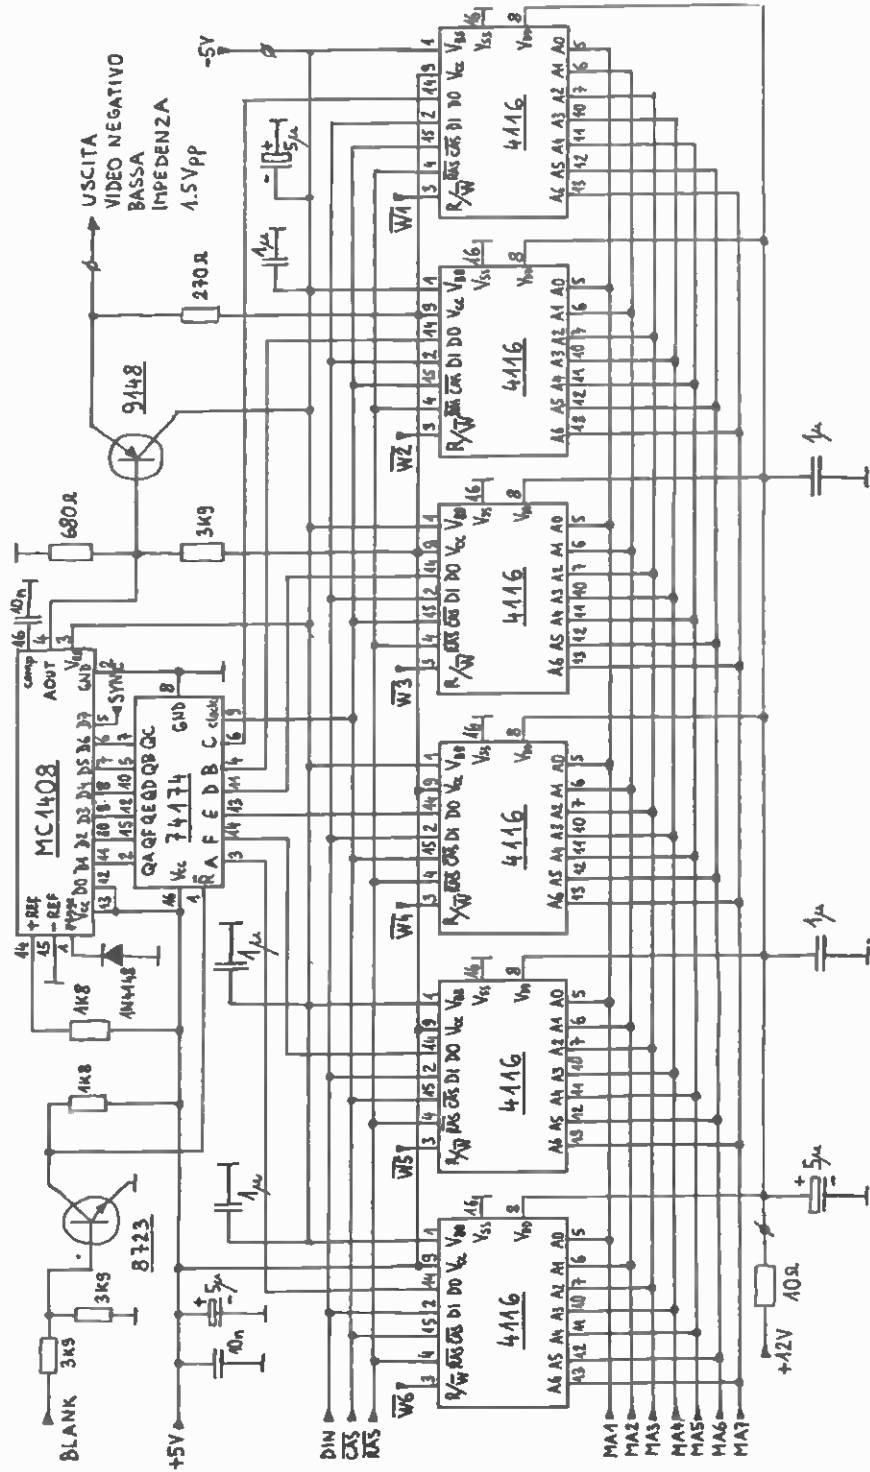

figura 12
In questo momento ha anche inizio il ciclo di trascrizione dalla memoria buffer nella memoria principale, che dura 8 linee TV. Il 4029 contatore dei bit è fatto avanzare dal clock di linea TV (HC), durante ogni linea (prime 6 linee delle 8 linee del ciclo) viene copiato nella memoria di quadro un bit di ogni elemento dell'immagine. Per primi vengono copiati i MSB di ogni elemento dell'immagine nella prima memoria 4116 (vedi figura 12), quando il segnale $\overline{W1}$ è a livello logico basso.
Nei circuiti vengono impiegate 6 memorie 4116, che memorizzano 128 linee di 128 elementi ciascuna con 6 bit per elemento d'immagine (vedi figura 12). In fase di lettura i 6 bit vengono letti in parallelo e inviati al latch 74174, il quale memorizzerà i dati durante il seguente ciclo di lettura. Il 74174 passa i dati poi al convertitore D/A MC1408 (MC1508). Lo MC1408 è un convertitore D/A a 8 bit. Ai bit più significativo (D7) vengono inviati gli impulsi di sincronismo TV. Ai seguenti 6 bit vengono inviati i dati dal latch 74174 e il bit meno significativo (D0) non viene utilizzato. L'uscita analogica dello MC1408 è un generatore di corrente, questa corrente è una frazione (determinata dagli ingressi digitali) della corrente che scorre nell'ingresso + REF. Un amplificatore operazionale interno al-
mo di corrente continua dalla V_{BB} è dell'ordine di pochi microampere, però in funzionamento scendono forti correnti capacitive e perciò anche la V_{BB} deve essere bene bypassata. La resistenza da 10 Ω in serie all'alimentazione V_{DD} delle memorie (figura 12) serve per proteggere i circuiti TTL nel caso di cortocircuito tra le linee V_{DD} e V_{CC} , vicinissime sullo stampato.